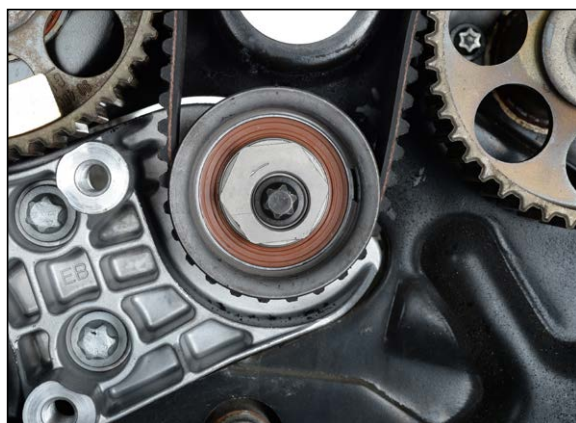

Рис. 18
4. Поверните эксцентрик верхнего обводного ролика с помощью ключа МКМ-6038 или разводного ключа против часовой стрелки до положения указателя «на 11 часов» (Рис. 18).